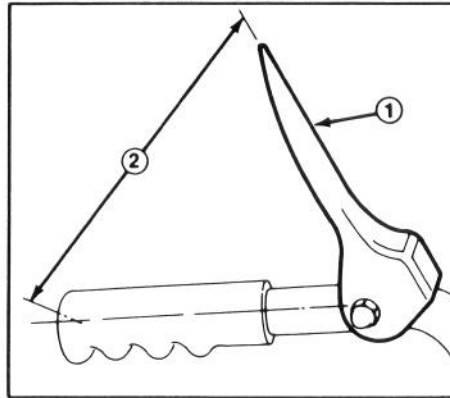

Figure 7
3. Mesurez la distance entre le centre du mancheron et le bout du levier de commande de tarière (Fig. 7). Cette distance devrait être d'environ 5 pouces (12.7 cm).